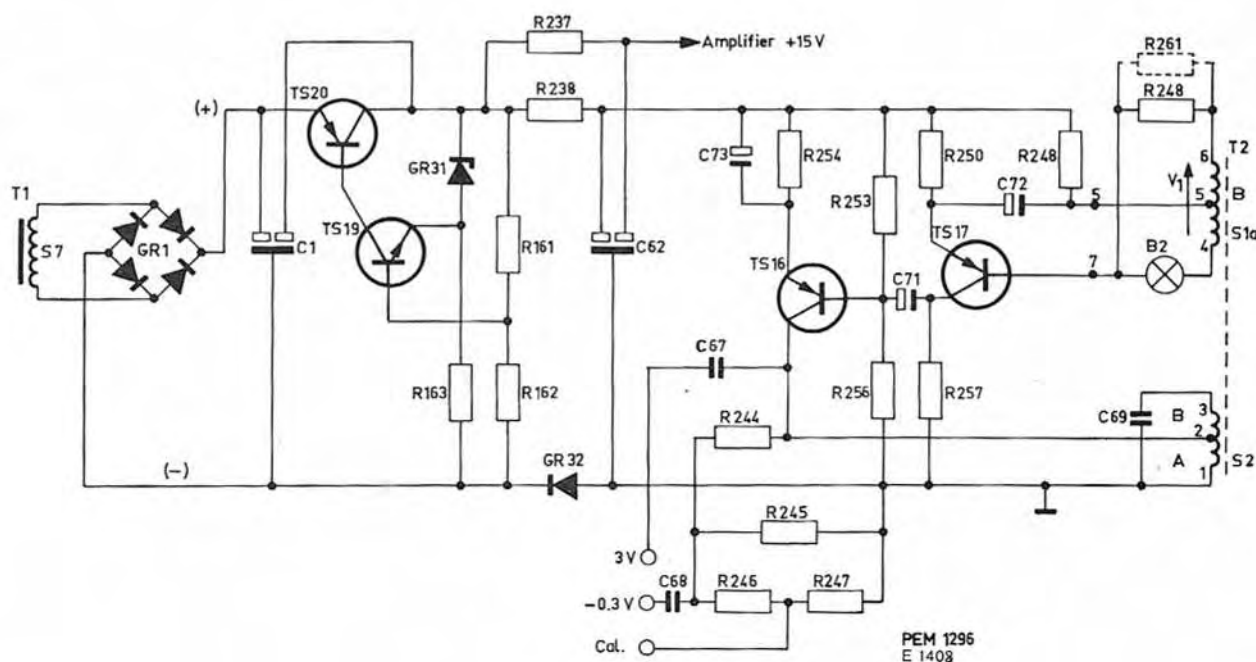

Fig. 16. Schéma de principe de l'oscillateur
2. Oscillateur (fig. 16)
3. Alimentation (fig. 16)